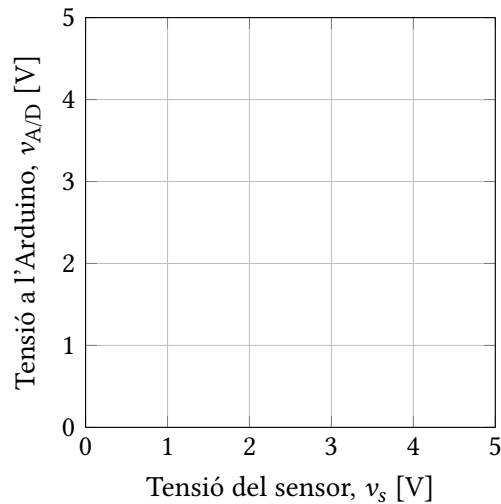

Figura 4: Diagrama per pintar la relació entre v_s i $v_{A/D}$
1. El primer pas del disseny és trobar la relació existent entre la tensió que subministra l'acceleròmetre en l'interval d'interès i la corresponent tensió que volem a l'entrada analògica de l'Arduino. Per fer-ho, ompliu la **taula 2** i a continuació traceu la gràfica de la relació entre v_s i $v_{A/D}$ en un diagrama com el de la **figura 4**: